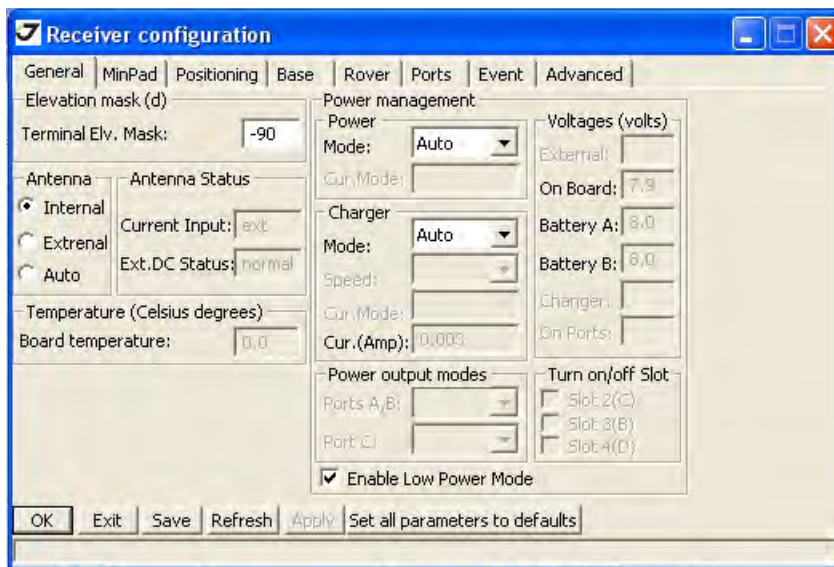

Рисунок 18. Закладка *General*
4. Откройте закладку *General* (Рис. 18):